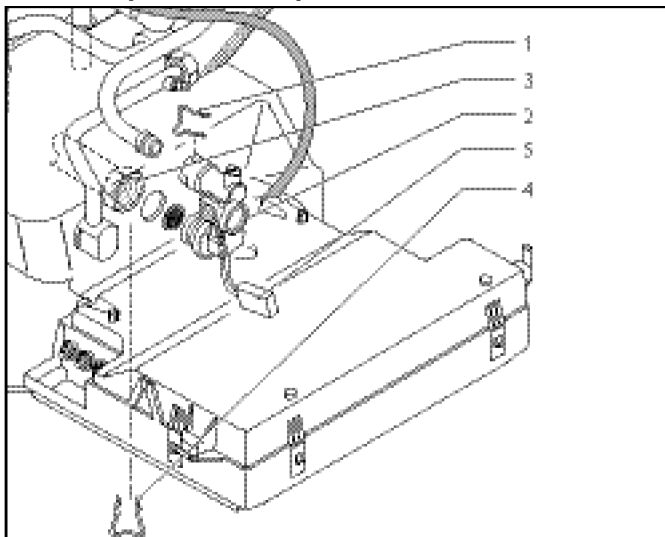
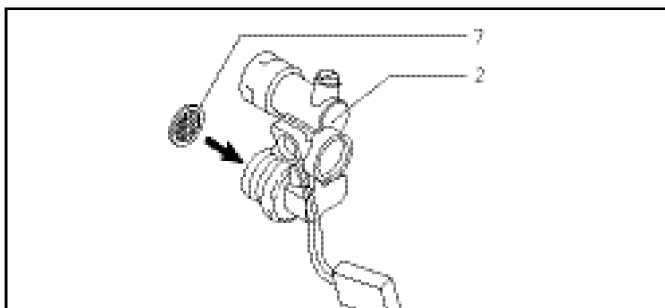

Рис. 7.9 Разборка аква - сенсора
Рис. 7.10 Аква - сенсор с ситом
- Отожмите защелки (1) на аква - сенсоре (2) (рис. 7.9)
- Отвинтите резьбовое соединение (3) снизу аппарата
- Отожмите защелки (4) снизу аппарата
- Отсоедините кабель (5)
- Выньте блок (2) целиком
- Выньте сито (7) (см. рис. 7.10) из аква - сенсора и промойте сетчатый фильтр под струей воды